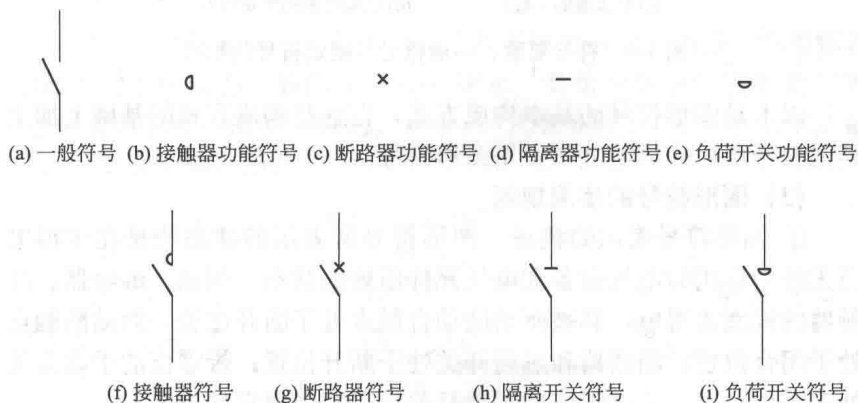

图 1-6 一般符号与限定符号的组合
① 一般符号+限定符号 在图 1-6 中，表示开关的一般符号 [图(a)]，分别与接触器功能符号 [图(b)]、断路器功能符号 [图(c)]、隔离器功能符号 [图(d)]、负荷开关功能符号 [图(e)] 这几